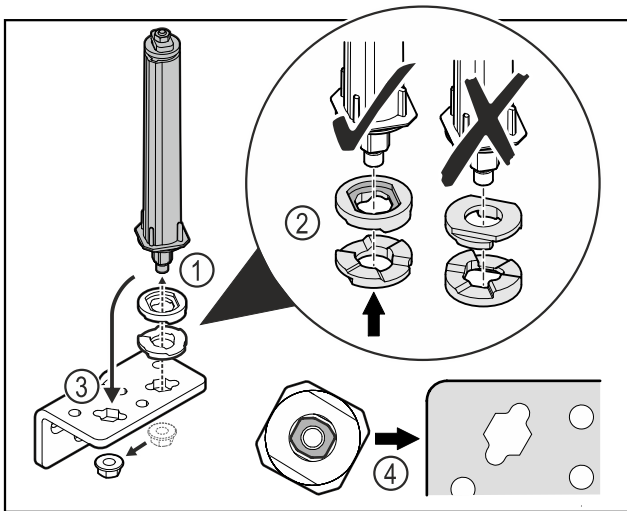

Fig. 34
- ▶ Moer losmaken en deursluitstelsysteem verwijderen Fig. 34 (1).
- ▶ De correcte uitlijning van de hoogte-instelschijven in acht nemen Fig. 34 (2).
- ▶ Deursluitstelsysteem in de scharnierhoek verplaatsen en met de moer vastzetten Fig. 34 (3).
- ▶ Bij het plaatsen de correcte uitlijning van het deursluitstelsysteem in acht nemen Fig. 34 (4).